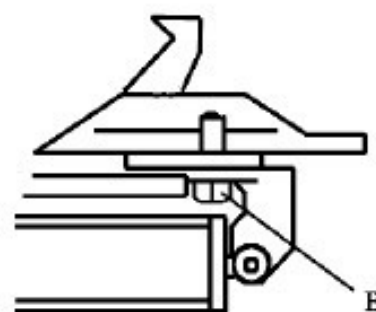

рис. 10
Примечание: По прошествии первых 20 дней эксплуатации, подтяните кулачки с помощью крепежных болтов (B) на поворотном столе. Рис. 10